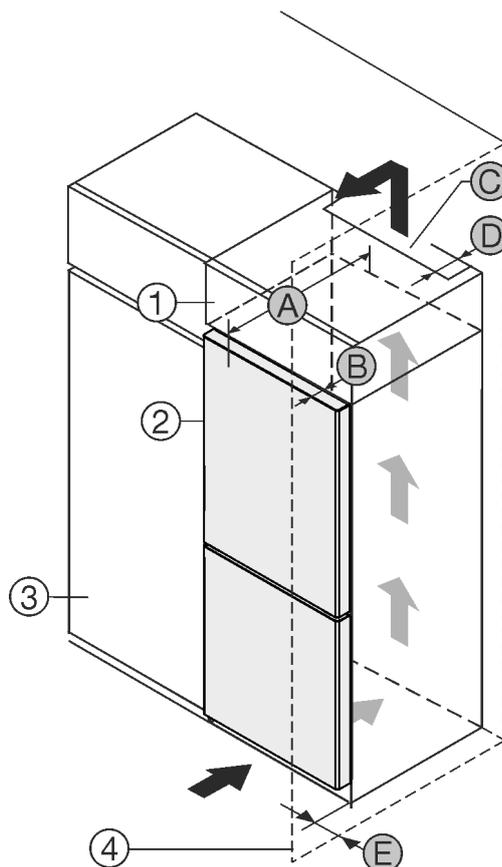

Fig. 1
- (1) Nadgradna omara
- (2) Naprava
- (3) Kuhinjska omara
- (4) Stena
- (A) Globina naprave
- (B) Globina vrat
- (C) Presek prezračevanja
- (D) Odmik hrbtne strani naprave
- (E) Odmik do strani naprave
Aparat lahko postavite neposredno ob kuhinjsko omaro Fig. 1 (3).
Na zadnji strani nadgradne omare mora biti zaradi prezračevanja in odzračevanja po vsej širini nadgradne omare prezračevalni jašek globine Fig. 1 (D).
Pod stropom je treba upoštevati presek prezračevanja Fig. 1 (C).
Če aparat postavite s tečaji ob steni Fig. 1 (4), mora razdalja med aparatom in steno znašati vsaj 13 mm.
Če aparat postavite s tečaji ob steni Fig. 1 (4), mora razdalja med aparatom in steno znašati vsaj 20 mm.
Da lahko vrata povsem odprete, mora aparat štrleti ven vsaj za globino vrat Fig. 1 (B) glede na sprednji del kuhinjske omarice. Odvisno od globine kuhinjskih omaric Fig. 1 (3) in uporabe stenskih distančnikov lahko aparat štrli bolj ven.